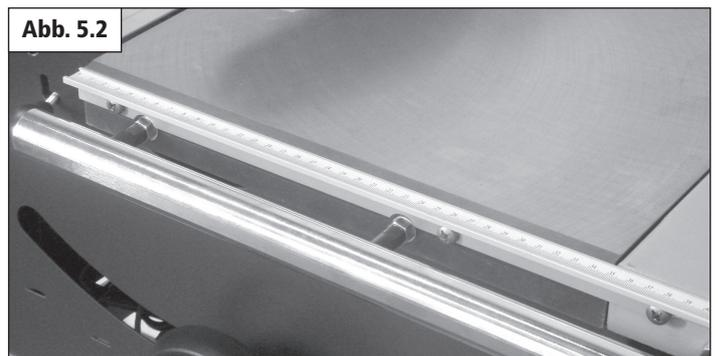

Abb. 5.2
5.3 Montage der Anschlagskala – Abb. 5.2